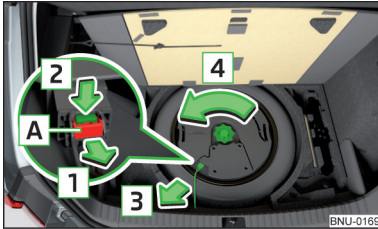

Abb. 318
- › Die Verriegelung **A** am Stecker in Pfeilrichtung **1** ziehen » Abb. 318.
- › Die Sicherungsschraube entgegen der Pfeilrichtung **4** bis zum Anschlag einschrauben » Abb. 318.